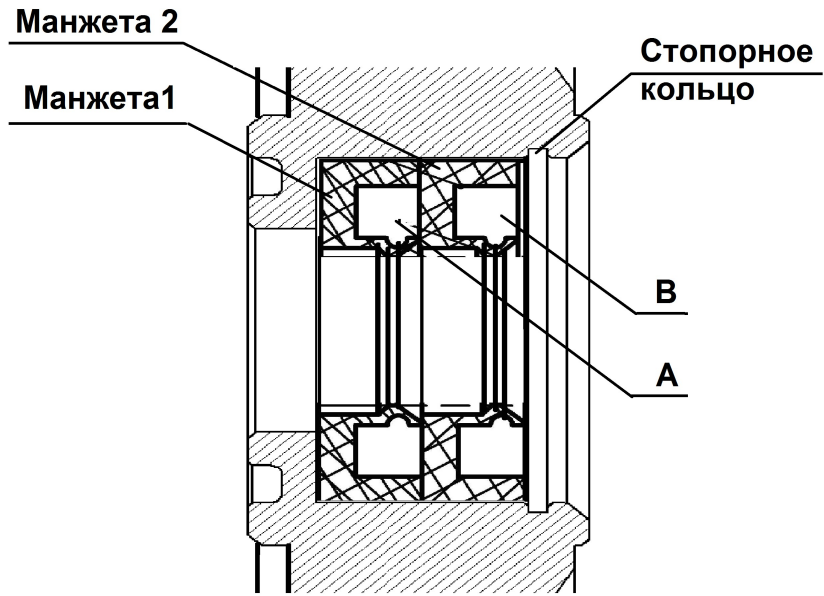

Рис. 10. Схема установки манжет.
- со стороны камеры снять кольцо стопорное и снять 2 манжеты (рис. 10);
- установку манжет производить согласно рис. 10 в следующем порядке: